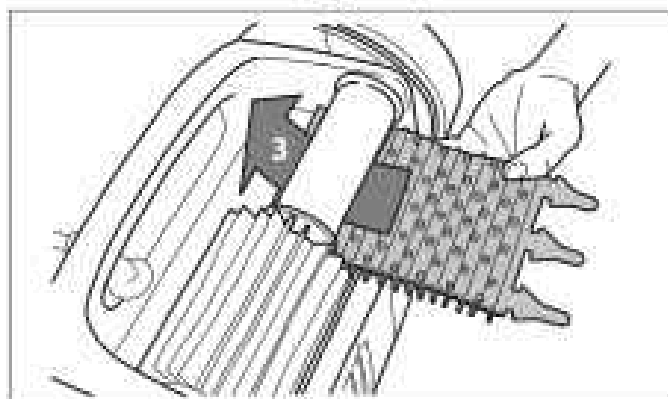

Figure 28. Installer la nouvelle brosse
3. Pour installer la nouvelle brosse, placez-la sur le rouleau avec les lames de nettoyage vers l'extérieur (Figure 28).